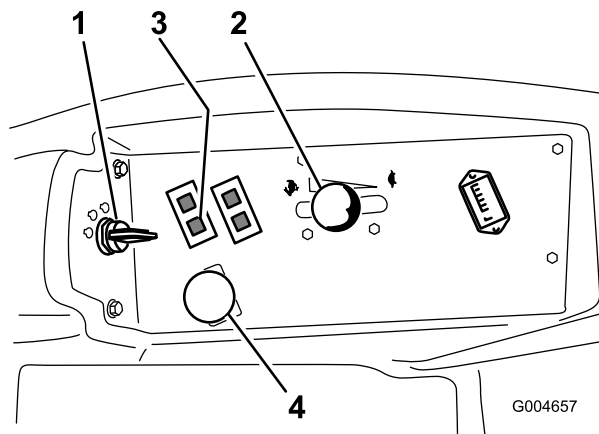

Figure 18
4. Placez la commande de prise de force (PDF) en position désengagée (Figure 18).
5. Réglez la commande d'accélérateur à mi-course entre les positions bas et haut régime (Figure 18).